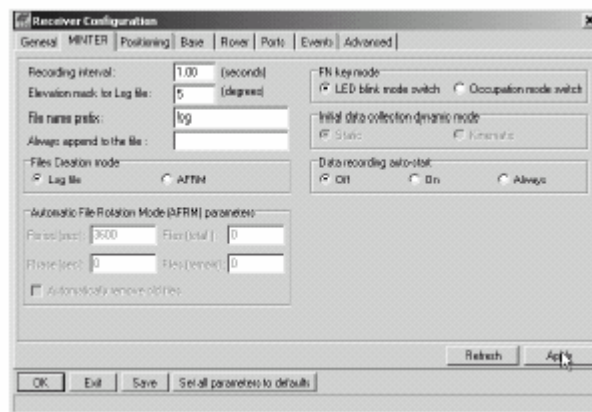

Figura 3-2. Configuración de la interfaz MINTER
2. Abra PC-CDU, haga clic en **Configuración►Receptor►MINTER** y especifique los siguientes parámetros, haciendo clic en **Aplicar** al finalizar (Figura 3-2):